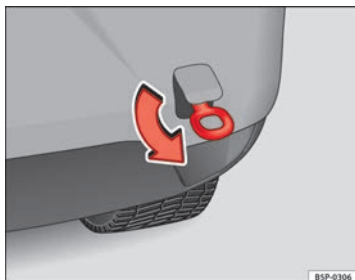

Abb. 207 Einschrauben
- Schrauben Sie die Abschleppöse in Pfeilrichtung *links* herum bis zum Anschlag vorne ⇒ Abb. 206 oder hinten ⇒ Abb. 207 in die Gewindebohrung ein. ■